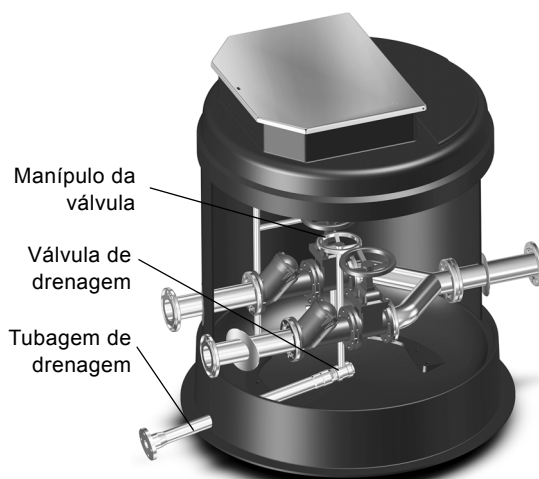

Fig. 29 Drenagem da câmara de válvulas
1. Utilize o manípulo da válvula no poço para abrir a válvula de drenagem da câmara de válvulas, de forma a esvaziar o escoadouro da câmara de válvulas. Consulte a fig. 29.
7. Feche a válvula de drenagem no interior do poço. Consulte a fig. 29.